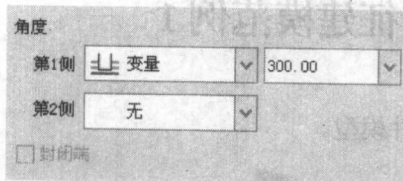

图 2-4
(5) 在特征操控板中单击“选项”按钮，在“选项”面板的“第1侧”下拉列表框中选择“变量”选项，并输入旋转角度300，如图2-4所示。